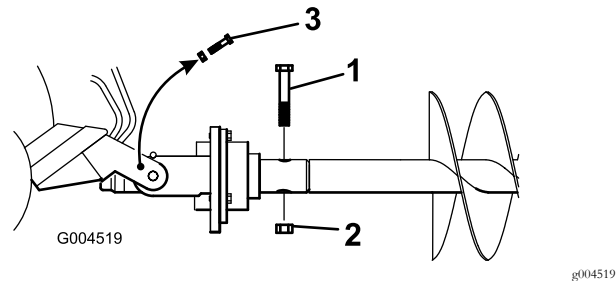

Figure 8
9. Fixez la tarière à la tête d'entraînement avec un boulon (7/8 x 4-1/2 po) et un écrou (7/8 po) (Figure 8).
10. Retirez les boulons et les écrous des bras de support que vous avez installés aux opérations Figure 1 (le cas échéant) et Figure 8.